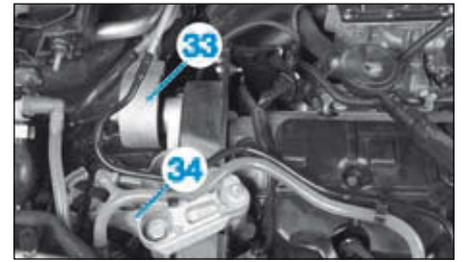
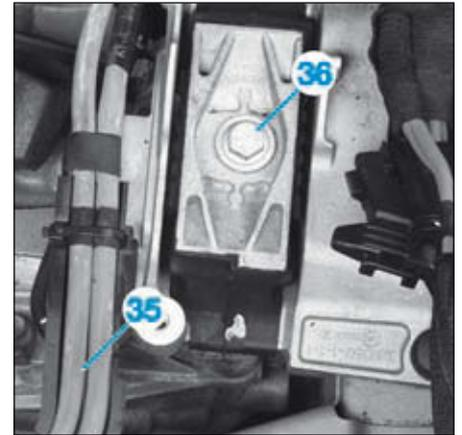

FIG.96
FIG.97
- la bielle supérieure (33) (Fig.96),
- le support moteur (34).
• Dégrafer le faisceau d'alimentation (35) (Fig.97).
• Déposer la vis (36) du support de boîte.